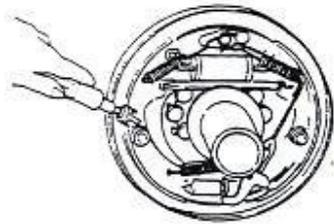

figure 2-18
(3) Démontez le ressort fixe sur la chaussure de frein avant. Voir figure 2-18